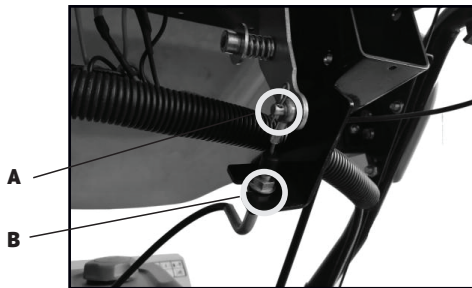

Рис. 9
- Проверьте место соединения троса управления дальности выброса с рычагом управления на панели оператора. Конец троса **A** должен быть установлен и прикреплен к рычагу под панелью, а гайка **B** затянута (рис.9).